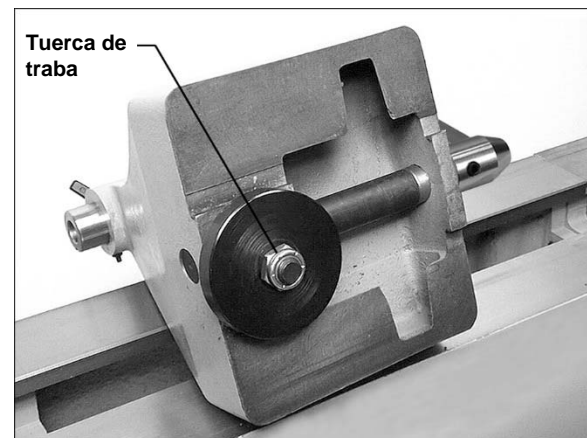

Figura 8-2: ajuste de levas
Si el cabezal, el contrapunto o la base del apoyo de la herramienta no se aprietan debidamente contra la manija de traba, ajuste de la forma siguiente. La Figura 8-2 usa el contrapunto como ejemplo.
2. Gire el contrapunto sobre su lado, y apriete la tuerca de traba con una llave. Vea la Figura 8-2.